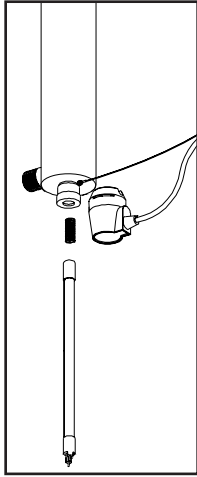
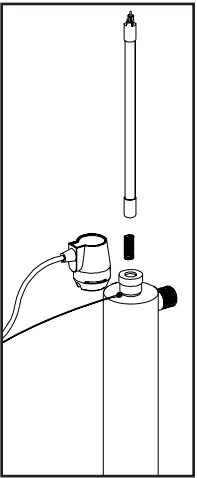
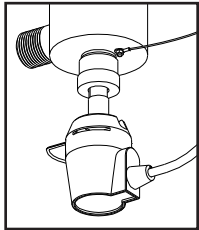

FIGURE 2C
FIGURE 2D
FIGURE 2D
3. Pour l'installation d'une lampe neuve, retirer d'abord la lampe de son emballage de protection; veiller encore à ne pas toucher la surface de verre de la lampe. Insérer délicatement la lampe dans le réacteur (à l'intérieur de la gaine de quartz – Figure 2C). Insérer complètement la lampe dans le réacteur, mais laisser la lampe dépasser de deux pouces hors de la chambre du réacteur. Ensuite, brancher le connecteur à la lampe UV (Figure 2B). Le connecteur comporte un repère de positionnement qui empêche un branchement incorrect (Figure 2B). S'assurer que le connecteur soit parfaitement enfoncé sur la lampe UV (Figure 2D).
3. To install a new lamp, first remove the lamp from its protective packaging, again being careful not to touch the lamp glass itself. Carefully insert the lamp into the reactor vessel (actually inside the quartz sleeve) (Figure 2C). Insert the lamp fully into the chamber leaving about two inches of the lamp protruding from the chamber. Next, attach the connector to the UV lamp (Figure 2B). The connector is "keyed" and will only allow correct installation in one position. Ensure the connector is fully seated onto the UV lamp (Figure 2D).